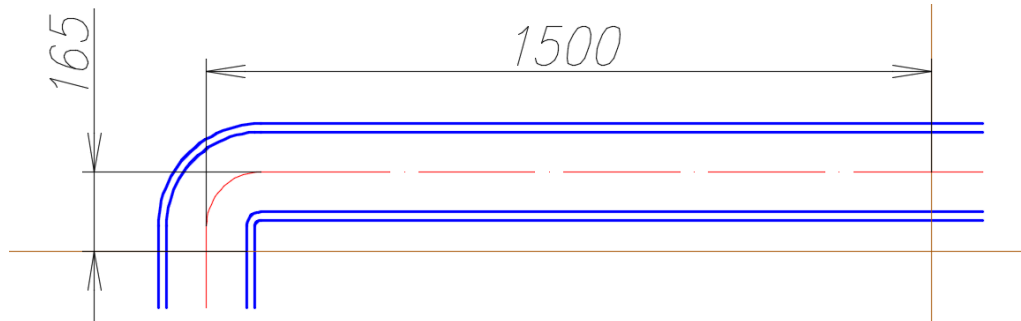

Рис. 104. Построение стенок патрубка для поступления воды
7.4. Задать толщину стенок с помощью команды **Смещение** скопировать крайние линии вовнутрь на расстояние 12 мм (рис. 104).